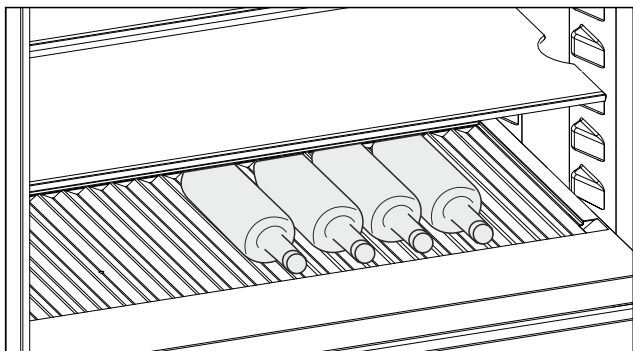

Fig. 255 Ilustrativni primjer
- Stavite boce s dnom prema stražnjoj stijenci hladnjaka. (pogledajte Fig. 255)